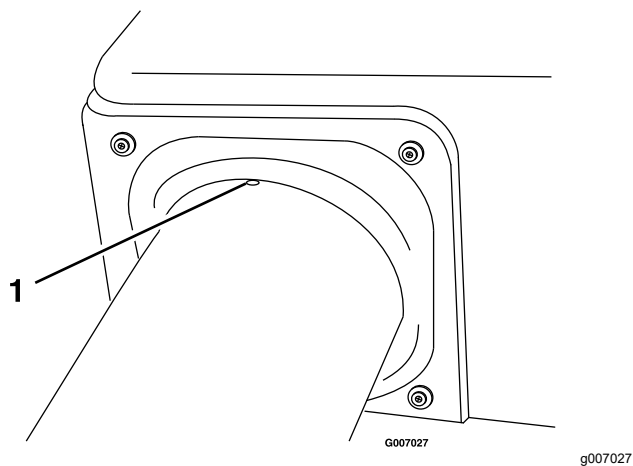

図 51
7. 上チューブについているくぼみディンプルが、ホッパーシールをホッパーに固定しているねじのちょうど中間にくるようにする図 51。
11. 図 51からのディンプルくぼみの位置が正しいことを確認する。